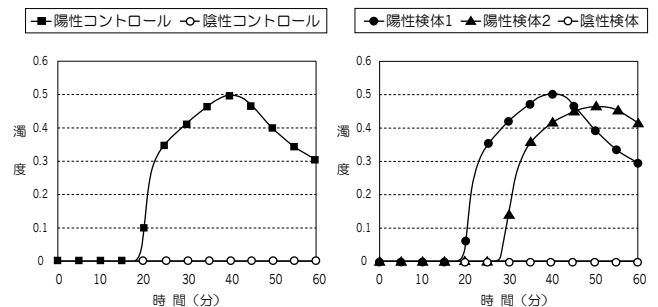

図1. コントロールの増幅曲線パターン
- (2) 表示温度が65℃に達していることを確認します。
- (3) 調製、分注済みの反応チューブをセットして速やかに測定を開始します。
- (4) 装置の表示画面上で陽性コントロールと陰性コントロールの濁度の上昇の有無を確認します。陽性コントロール; Control DNA VT1 (Cont V1)、Control DNA VT2 (Cont V2) で濁度が上昇し、陰性コントロール; Extraction Solution for Foods (EX F) で濁度が上昇していなければ、LAMP 反応は正常に進行しています。それ以外の場合には、増幅反応が適切に進行していない可能性があるため、試薬調製からの再検査を実施してください。(図1)